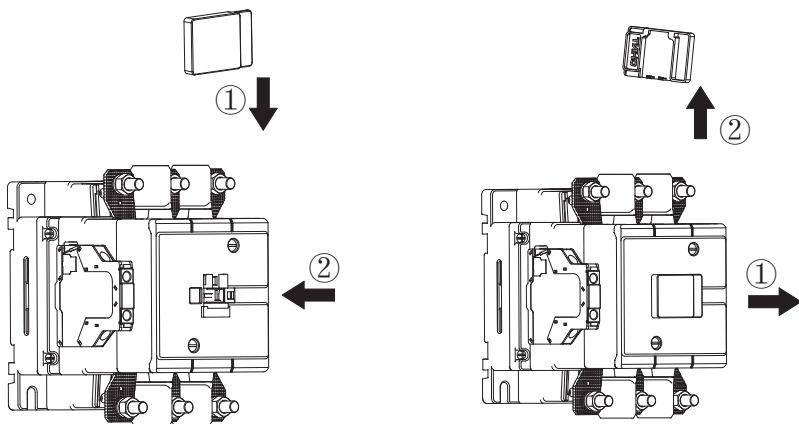
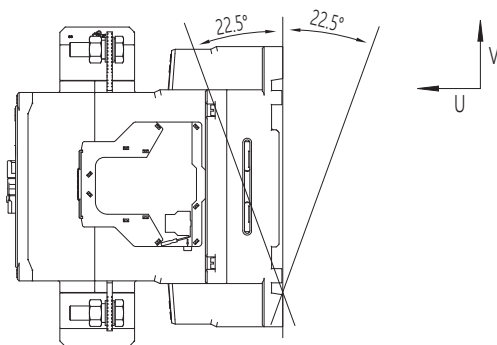

图8防尘盖安装示意
图10 产品安装示意
7.2 产品配件组装示意图7、图8、图9；产品安装示意图10。